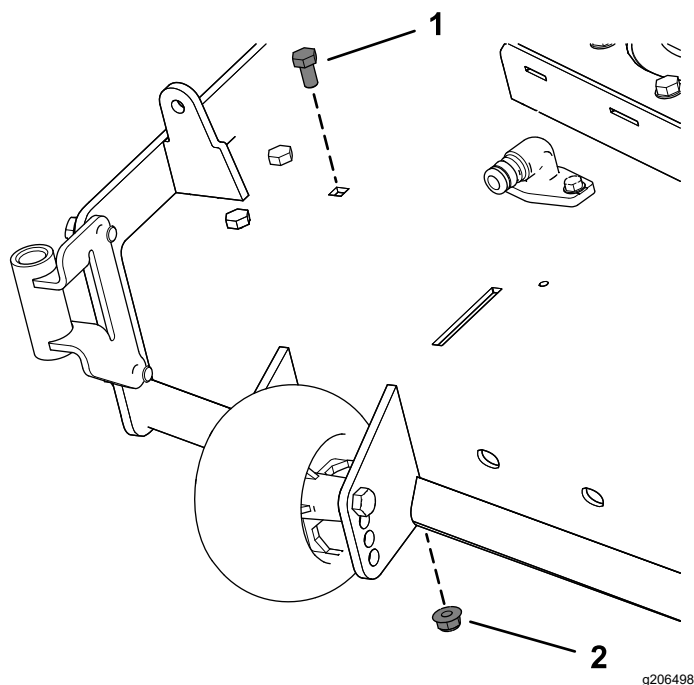

Figura 9
2. Retire el perno y la tuerca existentes de la carcasa de corte (Figura 9).
En carcasas de corte de 137 cm, retire el perno y la tuerca, como se muestra en la Figura 9.